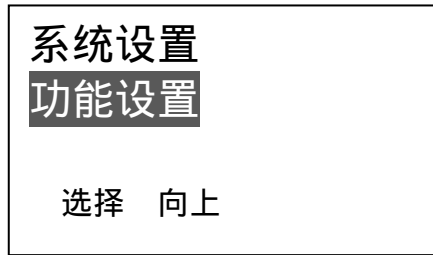

图 32
- c. 用  $\leftarrow$  或  $\rightarrow$  键选中功能设置，按  $\leftarrow$  键进入（如图 32）。
- c. 用 **←** 或 **→** 键选中功能设置，按 **←** 键进入（如图 32）。
- h. 用 或 键选中**功能设置**，按←键进入（如图 32）。
- a. 用 或 键选中功能设置，按←键进入（如图 32）。